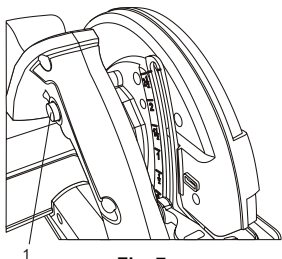

Fig. 7
Le bouton de verrouillage (1) est un dispositif de sécurité conçu pour réduire le risque de démarrage accidentel de la scie (figure 7). Ce bouton doit être enfoncé avant que la gâchette puisse être comprimée.
Pour mettre la scie en marche, enfoncez d'abord le bouton de verrouillage avec votre pouce (figure 7).